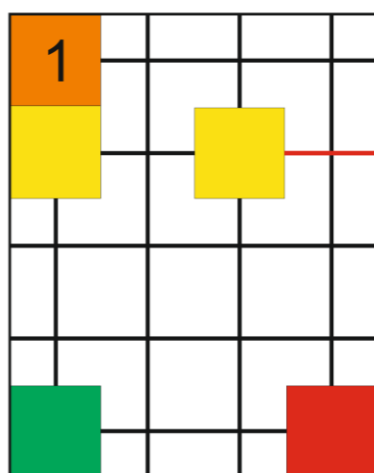

Рис. 29
10.1. Автономное движение на производстве, возрастная категория 13-14 лет. Баллы за количество попыток ставятся максимальные. Поле и ограничительные линии определены заранее (Рис. 29).